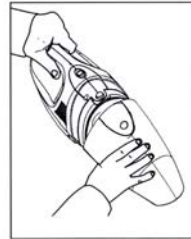

Fig. 11
2. Para quitar el recipiente de la tierra, presione el botón para destrabarlo y quite el recipiente. (Fig. 11)